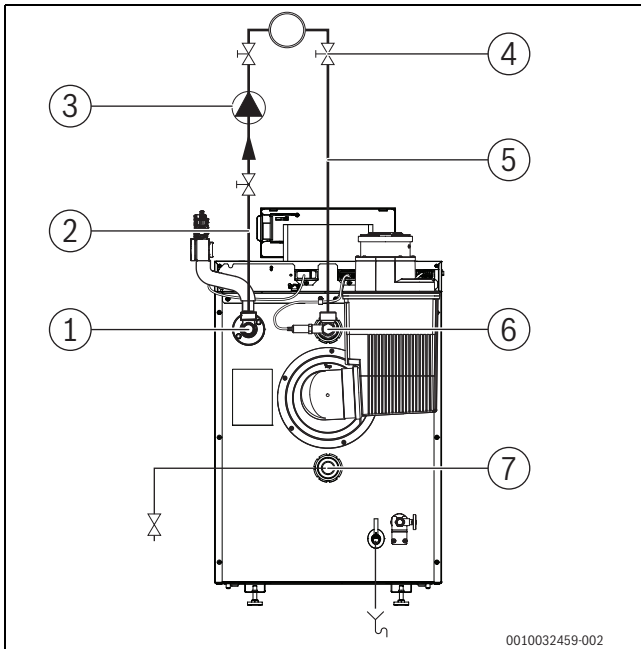

Bild 19 Anschlussschema Hydraulik (dargestellt KB195i.2-19/25 BZ)
- Ausdehnungsgefäß am T-Stück des Rücklaufs anschließen (→ Bild 19, [3], Seite 20).